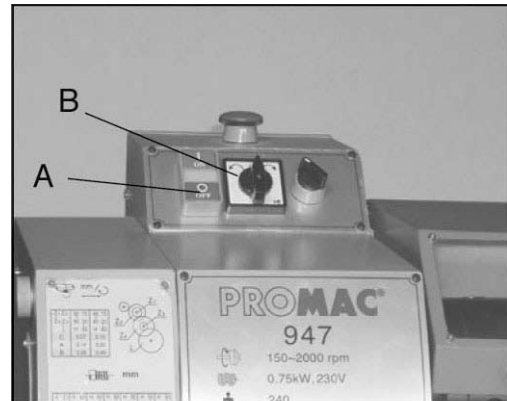

Fig. 11
1. Drehrichtungs- Wahlschalter (Fig. 11, B)
2. Ein-/Ausschalter (Fig. 11, A)